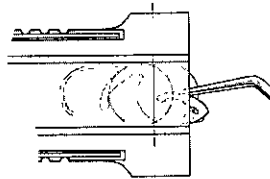

Figura 5
5. Utilizar las pinzas de manipulación para sujetar el háptico posterior y plegar suavemente el háptico sobre la parte anterior de la óptica, tal y como se muestra en la Figura 5. ✓